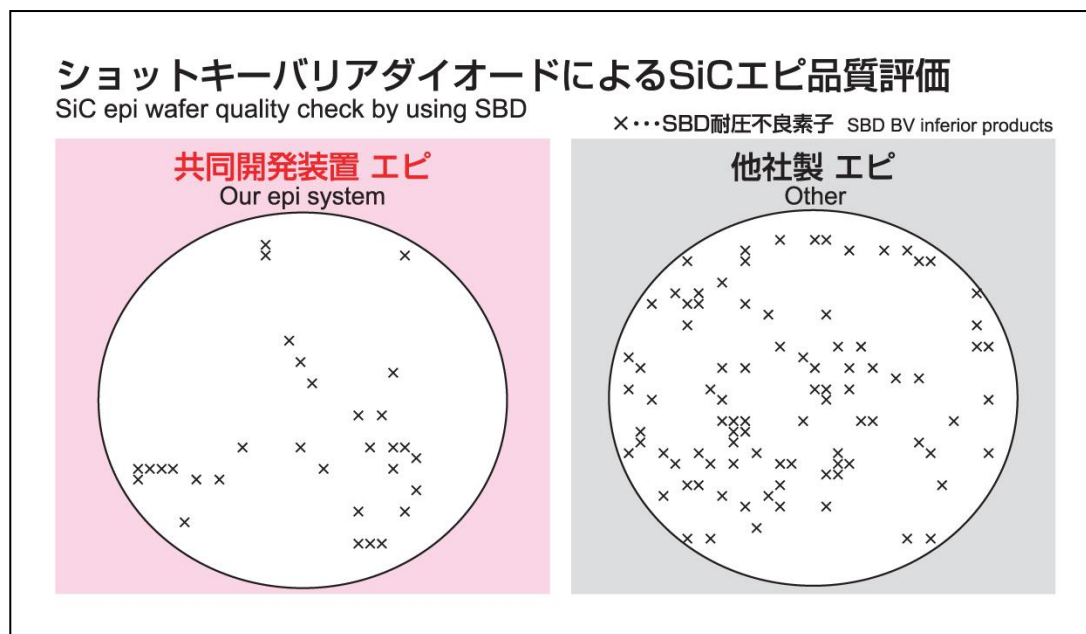

図4 エピタキシ・ウエハーの欠陥評価
SiC を用いたパワーデバイスが、特性的に優れていることは以前から知られていたが、実用化が遅れているのは、製造技術が十分確立されていないためである。主な問題点を上げると、①単結晶作成では、Siのように融液から引き上げることが出来ず、昇華法を用いているが、現在は4インチ径がやっと実用化され、次世代用には6インチ化が検討されている。Siのパワーデバイスが8インチに移りつつあるのに比べると、かなり開きがある。ローム社はドイツのサイクリスタル社を買収して単結晶製作に注力しているが、現在はどの結晶メーカーからでも購入している。②次にエピタキシ層の結晶欠陥が多い。マイクロパイプと呼ばれるパイプ状の欠陥が無数にあったが、現在はほぼ解決して問題になっていない。残る欠陥では転位が高密度で存在し、これを少なくする努力が行われている。ローム社では、京都大学、東京エレクトロンと装置を含めた共同開発を行い、欠陥密度を大幅に下げること成功した。図4にSBDを製作した時の歩留まりを示す。SBDの耐圧不良が数分の1に減少している。③イオン注入などもSiとは異なり、打ち込んだ不純物の活性化には、1500℃以上の高温が必要とされる。イオン注